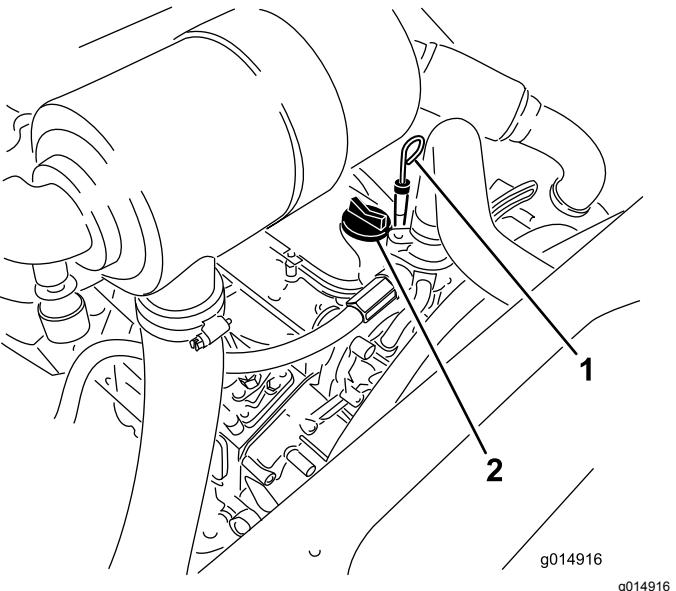

Figura 32
- Retire a vareta, limpe-a e volte a colocá-la (Figura 32).
5. Se o nível de óleo se encontrar abaixo da marca CHEIO da vareta, retire a tampa de enchimento (Figura 32) e adicione óleo até que o nível atinja a marca CHEIO. **Não encha demasiado.**